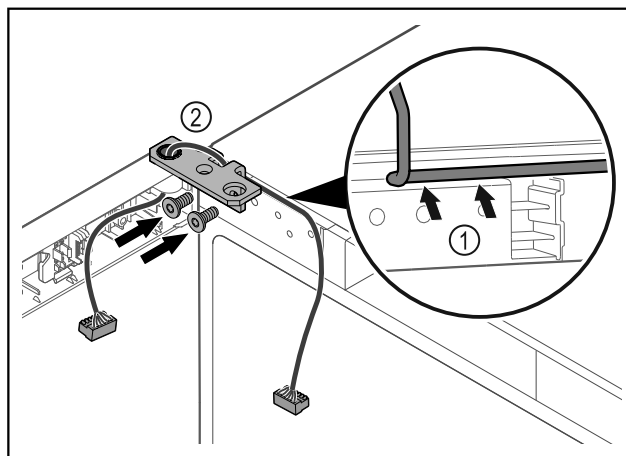

Fig. 48
- ▶ Vadiet kabeli caur lokmā kronšteina padziļinājumu un uzmanīgi izvietojiet Fig. 48 (1).
- ▶ Pieskrūvējiet lokāmos kronšteinus Fig. 48 (2).